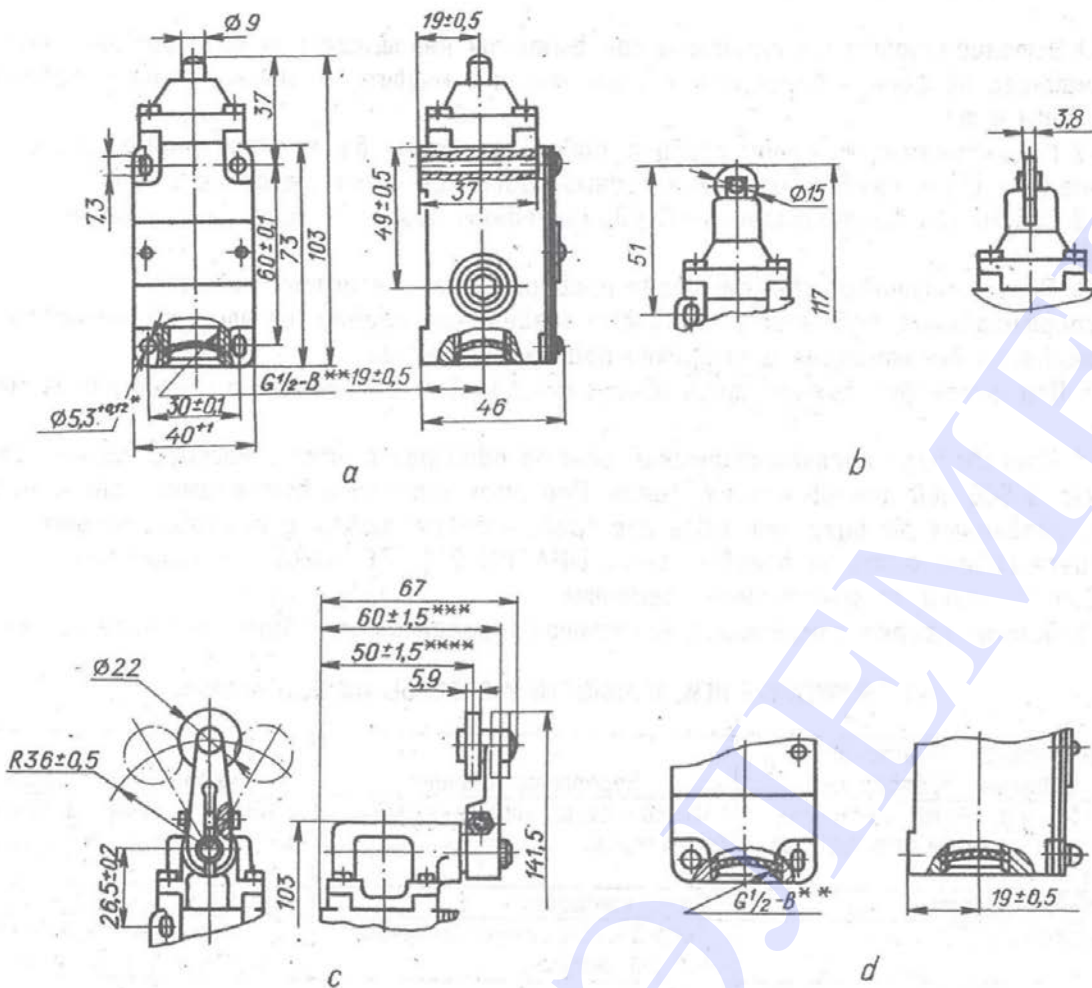

Рис. 1. Габаритные, установочные и присоединительные размеры выключателей:
3.1. Габаритные, установочные и присоединительные размеры, схема контактов выключателей приведены на рис. 1. При нажатии на приводной элемент траверса, несущая подвижные контакты мостикового типа, перемещается, в результате чего происходит переключение контактов.
а — базовое исполнение; б — (остальное см. рис. 1, а); в — (остальное см. рис. 1, а); д — (остальное см. рис. 1, а, б, в, г);